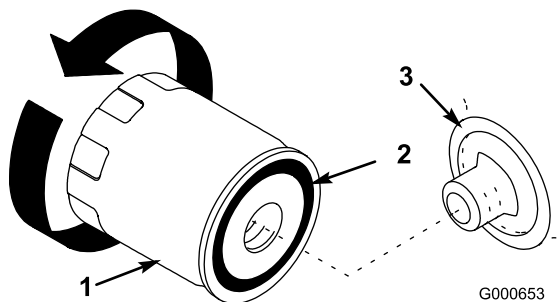

Figure 26
7. Enlevez le filtre à huile usagé et essuyez la surface du joint de l'adaptateur (Figure 26).
10. Appliquez une fine couche d'huile neuve sur le joint en caoutchouc du filtre de rechange (Figure 26).
11. Posez le filtre à huile de rechange sur l'adaptateur. Tournez le filtre dans le sens horaire jusqu'à ce que le joint rejoigne l'adaptateur, puis serrez-le encore d'un demi tour (Figure 26).